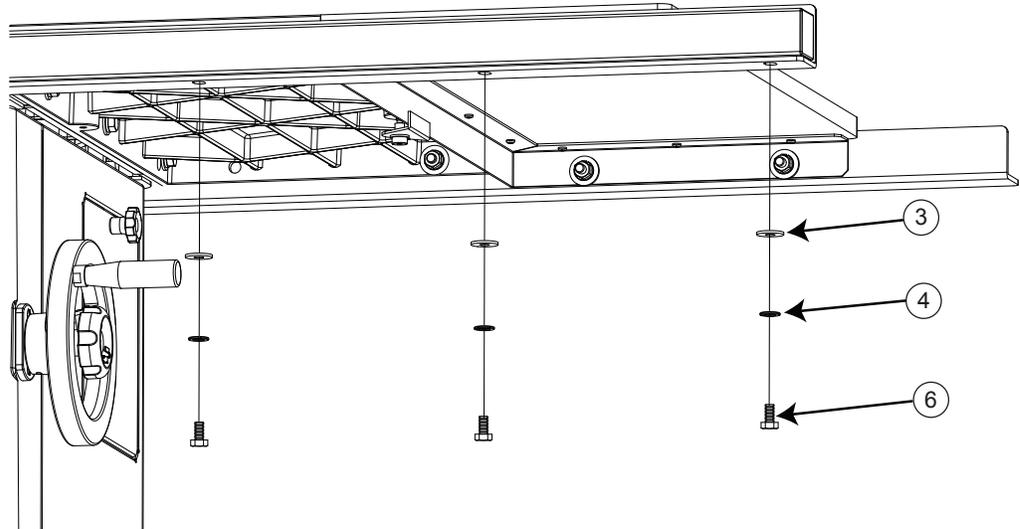

Fig. 13
13. Localisez le tube principal et retirez sept boulons à tête hexagonale M8x1,0x16, sept rondelles M8x23x2 et sept rondelles de loquet M8 d'ensemble matériel de l'ensemble de clôture. Positionnez le tube principal sur la partie horizontale du rail avant avec les règles vers le haut et la règle de 12 pouces à gauche. Les surfaces recouvertes de poudre du tube principal et du rail peuvent être glissantes. Veillez donc à ce que le tube principal ne tombe pas du rail. Alignez les trous du rail avec ceux du bas du tube principal. Placez une rondelle M8x23x2 et une rondelle de loquet M8 sur chaque boulon à tête hexagonale M8x1,0x16 et insérez les boulons dans le rail et dans les trous filetés situés au bas du tube principal (voir fig. 13). Serrez les boulons à la main ; ne les serrez pas complètement.